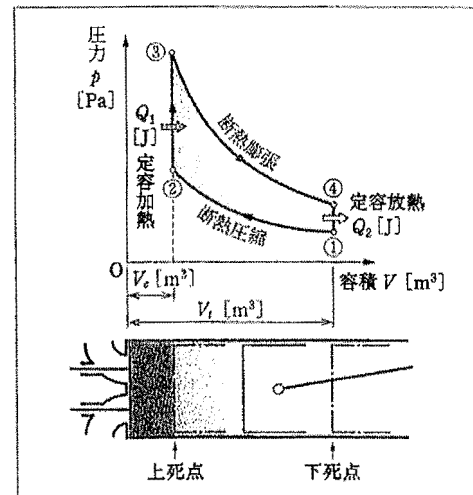

図1
(1) 図1は、定容サイクルまたはオットーサイクルともいわれるガソリン機関の基本サイクルで、シリンダー内の圧力 $p$ と容積 $V$ の変化を示す $p-V$ 線図である。点①、②、③、④の温度をそれぞれ $T_1$ 、 $T_2$ 、 $T_3$ 、 $T_4$ [K]とし、作動流体の質量を $m$ [kg]、定容比熱を、 $c_v$ [J/(kg·K)]とすれば、加熱量 $Q_1$ [J]、放熱量 $Q_2$ [J]およびこのサイクルから得られる仕事量 $W$ [J]は、それぞれ式(b)、(c)、(d)で表される。